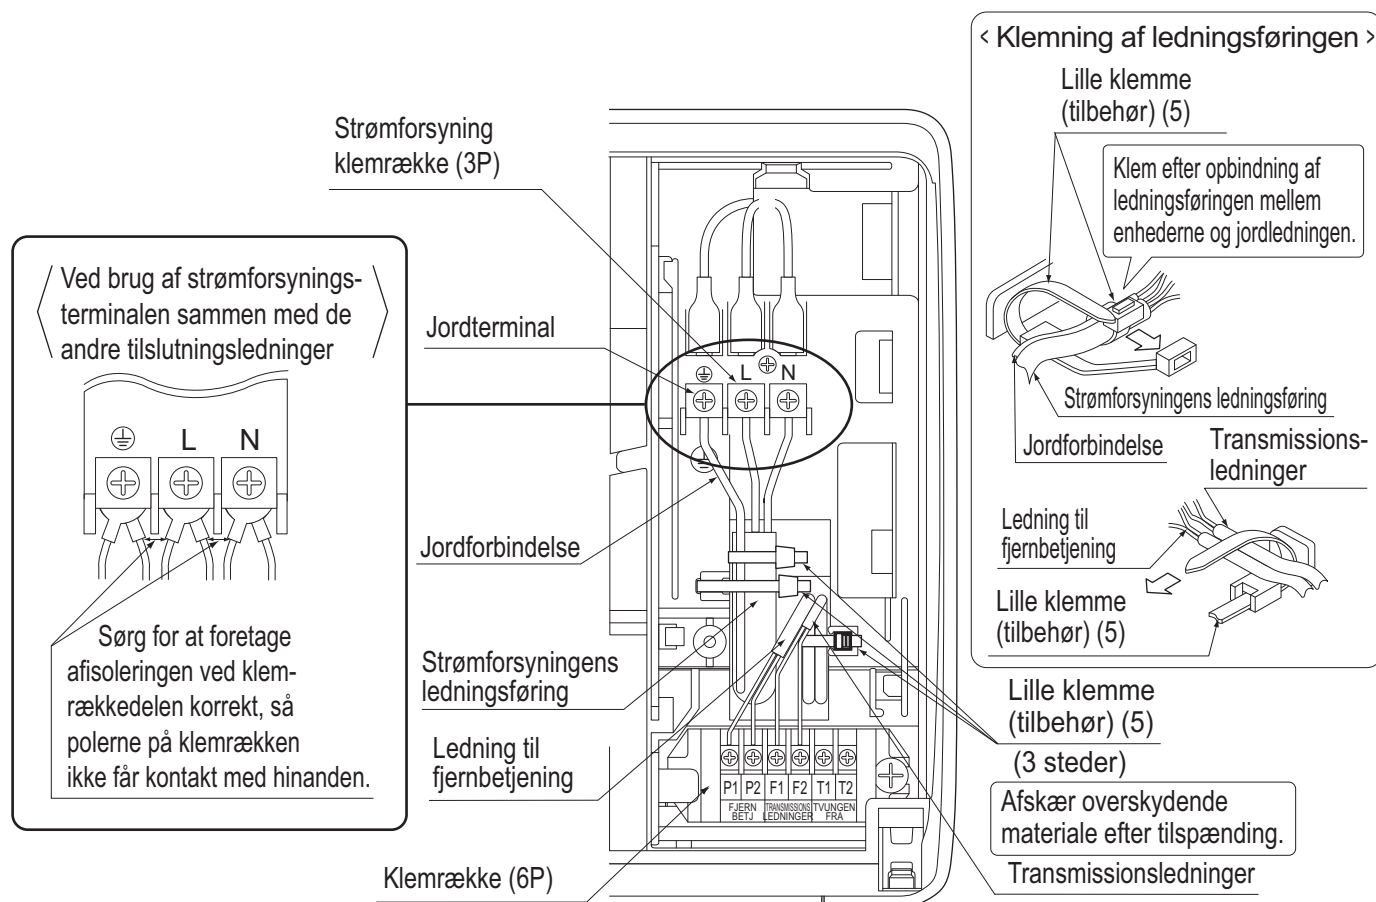

Fig. 21
(Se fig. 21)
medfølgende klemme (lille) (5) og herefter fastgøre med klemmen (lille) (5), som vist i figuren. (Se fig. 21)